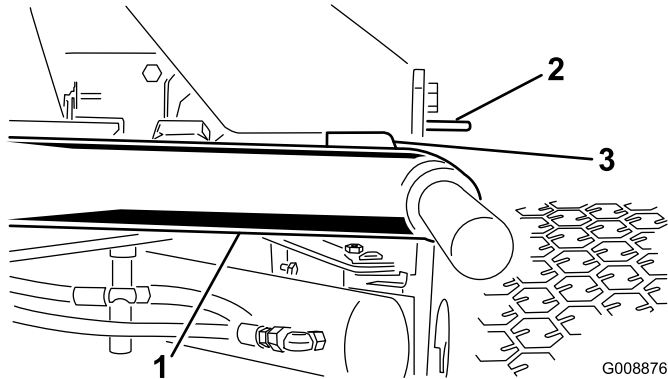

Figura 8
1. Ligue o motor, eleve as unidades de corte e verifique se a folga entre cada braço de elevação e o suporte da placa do chão é de 5 a 8 mm (Figura 8).